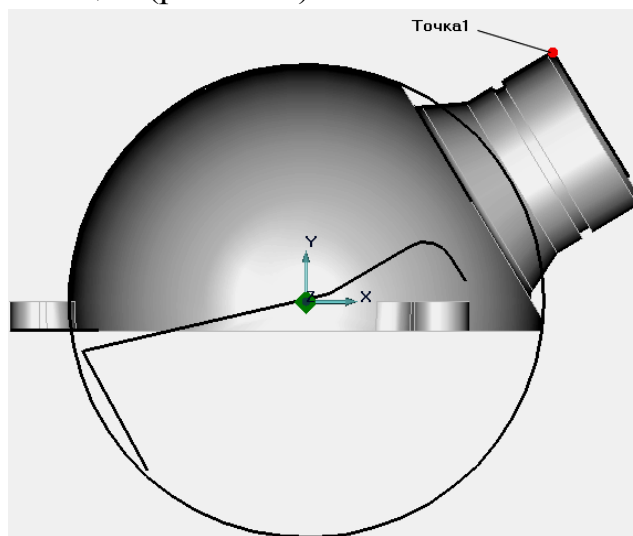

Рисунок 2.31 – Місце зміни фаски за допомогою редагування профілю
5. Вкажіть вузол в точці 1 (рис. 2.31).